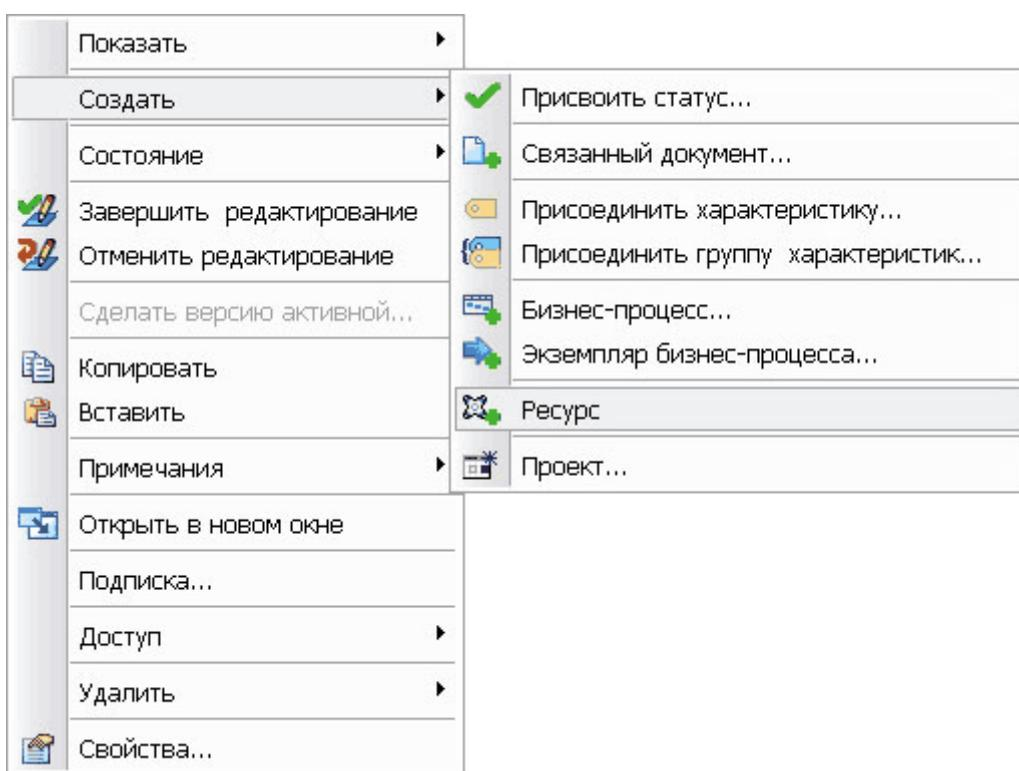

Рис. 192
2. В дереве объектов перетащите изделие/версию изделия на соответствующий бизнес-процесс, используя D&D или выберите в контекстном меню бизнес-процесса пункт **Создать → Ресурс** (Рис. 192). Также можно использовать и буфер обмена.